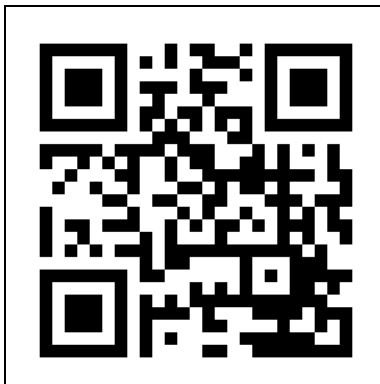

Figura 13
1. Deschideți manualul aplicației Eurom Smart cu codul QR (Figura 13) sau accesați www.eurom.nl/nl/manuals.